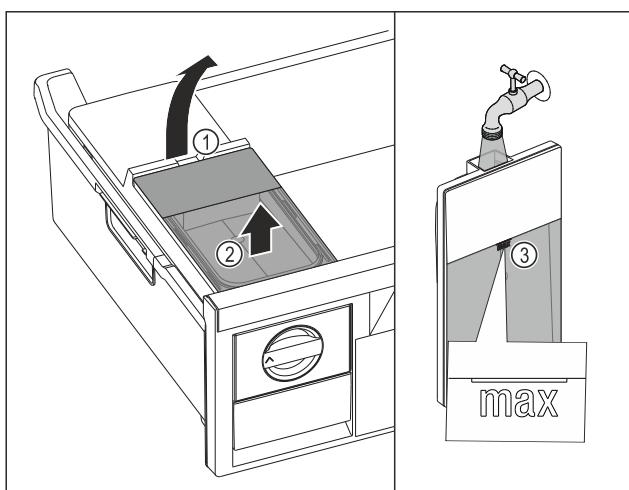

Fig. 124
- Поднимите бак для воды за выемку Fig. 124 (1).
- Извлеките бак для воды движением вверх. Fig. 124 (2)
- Наполните бак для воды питьевой водой до отметки Fig. 124 (3).